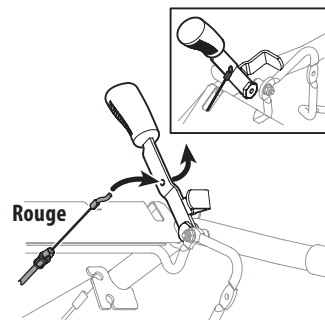

Figure 5
1. Déballez soigneusement le câble d'embrayage arrière (rouge) de la position de transport et faites-le passer sur le côté droit du guidon. Placez le câble de sorte qu'il repose sur la fente du guidon, devant le levier de marche arrière. Voir Figure 5.
2. Insérez le raccord en Z dans la fente de la plaque, à partir du côté intérieur du guidon. Voir l'encadré de la Figure 5.